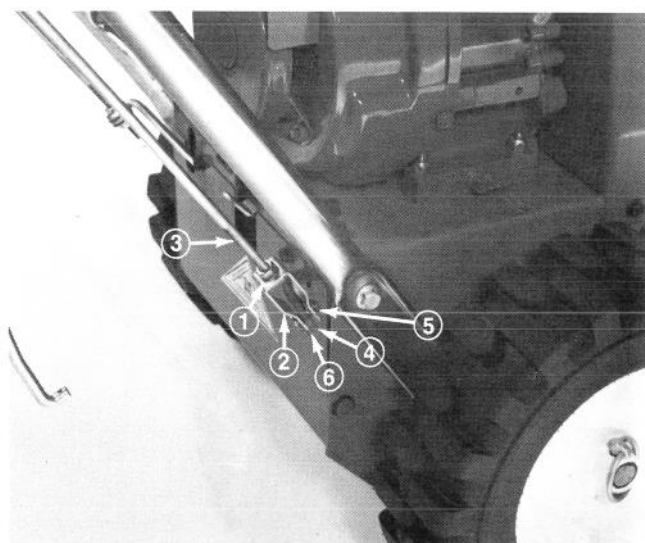

Figure 7
1. Desserrez l'écrou de blocage au-dessus de l'étrier sur la tige de commande supérieure (Fig. 7).
2. Alignez les trous de l'étrier avec la tige de commande inférieure, et fixez à l'aide d'une cheville d'étrier (Fig. 7).
5. Après avoir effectué ce réglage, posez la cheville d'étrier et fixez à l'aide de la goupille fendue. Serrez l'écrou de blocage pour maintenir l'étrier (Fig. 7).